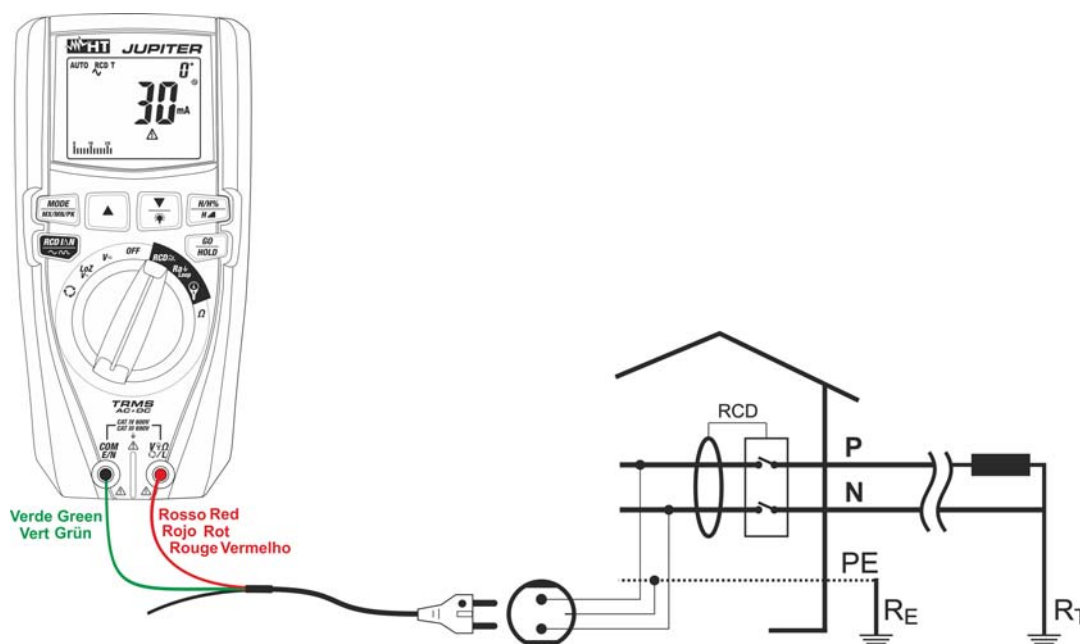

Fig. 29: Utilisation de l'instrument pour test RCD sur système monophasé avec câble avec prise Schuko.
6. Si on utilise le câble avec la fiche Schuko, introduire le conducteur rouge dans la borne d'entrée **V_ΩL** et le conducteur vert dans la borne d'entrée **COM/E/N** puis connecter l'instrument à l'installation sous test (voir Fig. 29). La présence de la tension Phase-Terre est montrée dans la barre graphique.